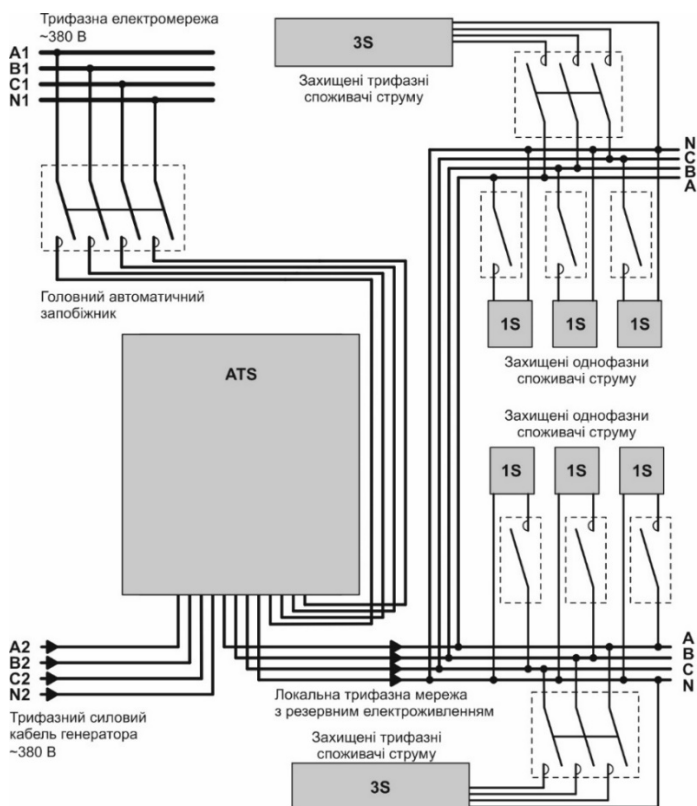

Рисунок 16. Варіант схеми резервування локальної трифазної мережі за допомогою блока АВР (ATS) генераторів.
4. Перевірити відповідність з'єднань виробу та мереж живлення згідно з рис. 16.